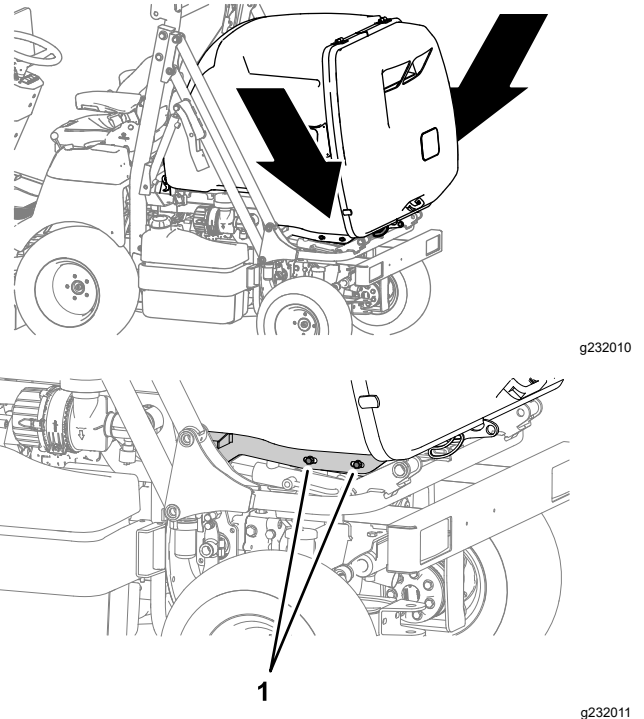

Figura 136
1. Slăbii cele 4 uruburi care fixează suportii de ridicare a buncărului la fittingurile de pivotare (Figura 136).
3. Strângeți cele 4 uruburi (Figura 136).